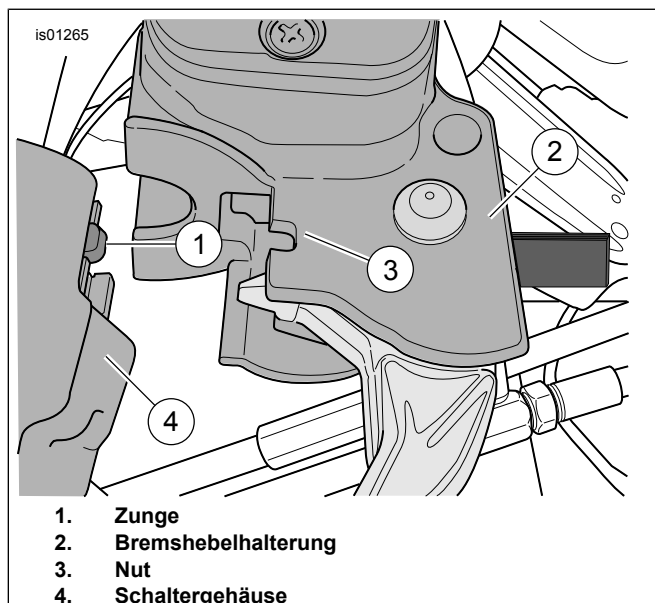

Abbildung 9. Bremshebelhalterung zu Schaltergehäuse
- Siehe Abbildung 9. Die Bremshebel/Hauptbremszylinder-Baugruppe so innenseitig an der Schaltergehäusebaugruppe (4) anbringen, dass die Zunge (1) des unteren Schaltergehäuses in die Nut (3) auf der Oberseite der Bremshalterung (2) eingreift.